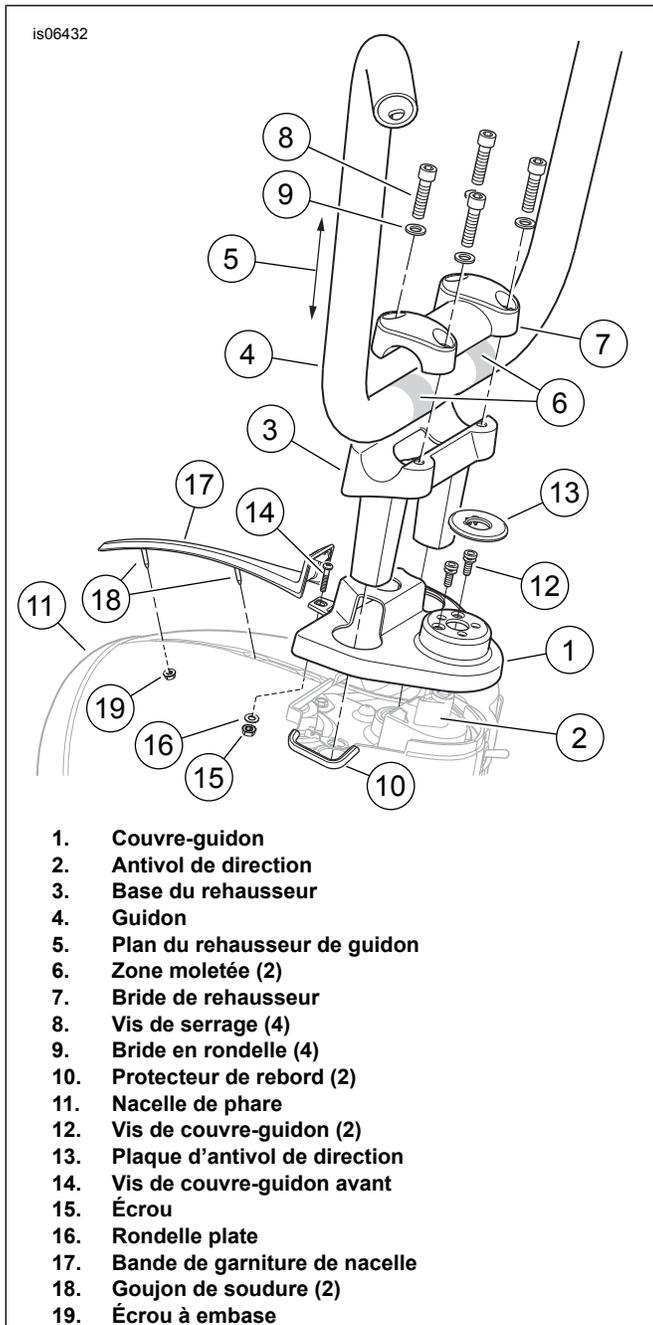

Figure 8. Configuration du rehausseur de guidon Ape FLHR
- b. **Modèles Road King** : Consultez Figure 8 . Placer le couvre-guidon (1), orienté comme illustré, sur le verrou de fourche (2).
- c. Insérer les pattes de la base du rehausseur (3) dans les trous du couvre-guidon et fixer le rehausseur avec les boulons de montage retirés antérieurement. Ne pas serrer complètement à cette étape.
- Consultez Figure 8 . Pour éviter de possibles dommages à la conduite de frein, vérifier que les protecteurs latéraux (10) demeurent installés sur les rebords intérieurs de la nacelle de phare (11). Remplacer les protecteurs de rebords s'ils sont manquants, craqués ou endommagés.
- Consultez Figure 8 . Fixer le **nouveau** couvre-guidon (1) sur le mécanisme du verrou de fourche (2). **Pour les modèles nord-américains et les modèles internationaux 2014 et ultérieurs** : utiliser les deux vis à tête plate (12) retirées antérieurement. Serrer les vis à tête fraisée. **Pour les modèles 2013 et antérieurs de l'Australie, du Brésil, de l'Angleterre et du Japon** : utiliser deux **nouvelles** vis spéciales (no de pièce H-D 2935A, achetées séparément). Serrer les vis (12) jusqu'à ce que les têtes de rupture se détachent.
- Appuyer sur la plaque d'antivol de direction d'origine (13) pour la positionner sur le couvre-guidon.
- Insérer la vis (14, retirée antérieurement) à travers le trou à l'avant du couvre-guidon et au dessus de la nacelle du phare (11). Accéder à l'intérieur de la nacelle et installer l'écrou (15) et la rondelle plate (16) sur les fils de la vis. Serrer.